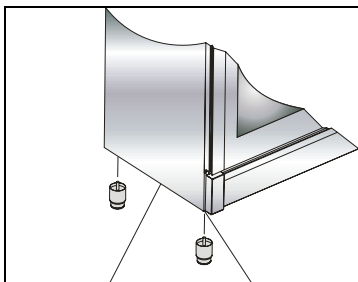
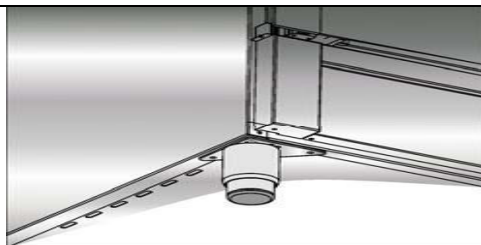

Figura 1 Figura 2
Figura 3
1. O suporte de fixação do pé é instalado no forno a partir do fundo do forno, indicado na Figura 1. As porcas são centradas sobre estes suportes, afim de aparafusar os pés (Figura 2). Completar o processo de instalação dos pés por aparafusamento das porcas nos respectivos suportes (Figura 3).